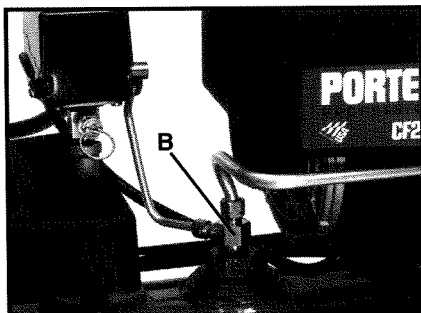

Fig. 2
**Soupape de retenue (B) Fig. 2 :** Lorsque le compresseur d'air est en marche, la soupape de retenue est « ouverte » et l'air comprimé peut ainsi entrer dans le réservoir d'air. Lorsque le compresseur d'air atteint la pression de « déclenchement », la soupape de retenue « se ferme », et la pression d'air peut ainsi demeurer à l'intérieur du réservoir d'air.